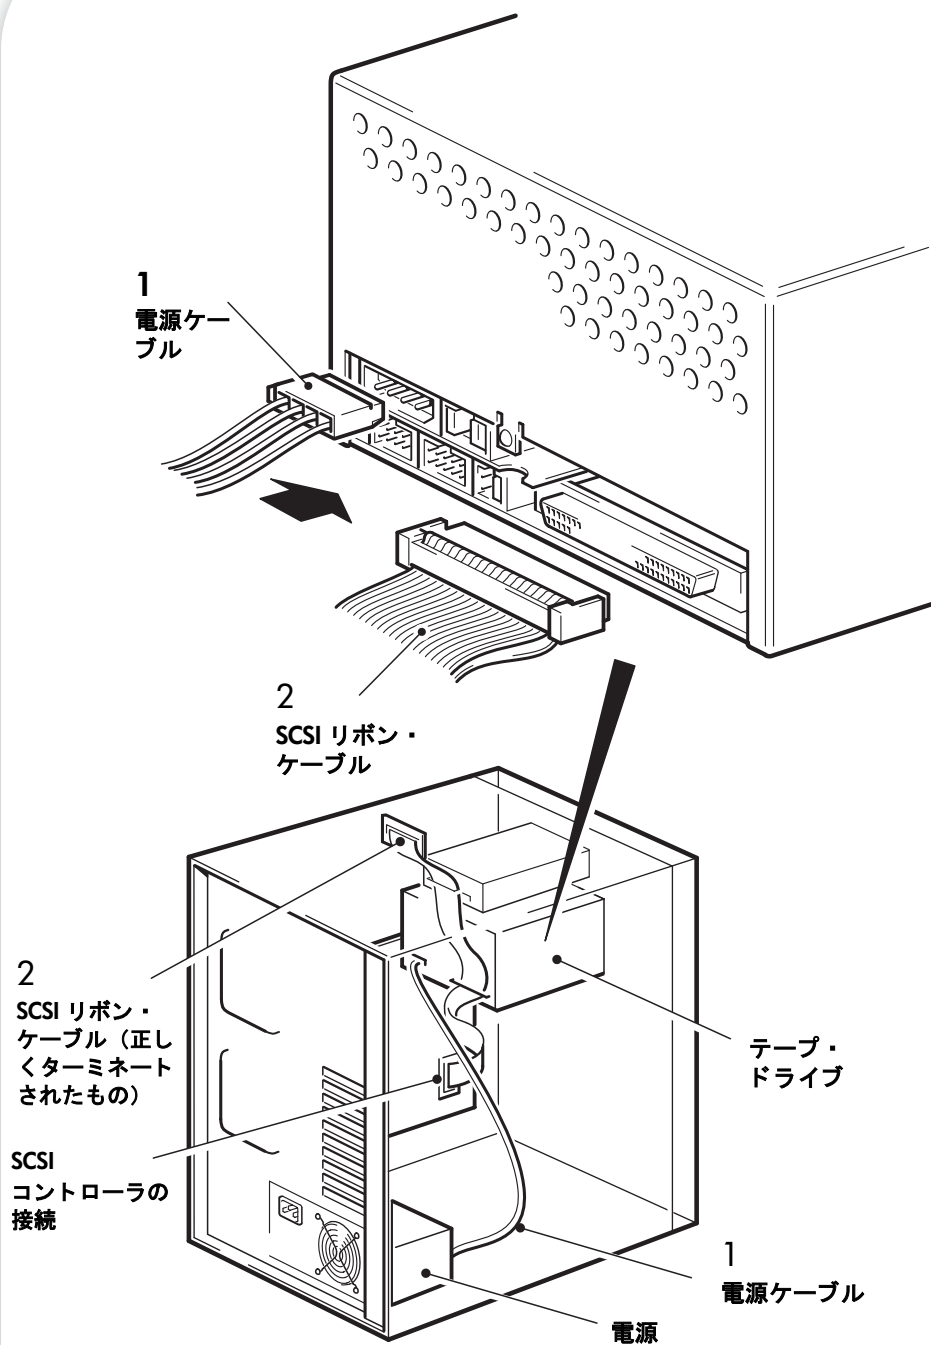

図 7: 電源ケーブルと SCSI ケーブルの接続
- 1 図 7 の項目 1 に示すとおり、サーバー内部の電源装置から電源コネクタに電源ケーブルを取り付けます。
- 2 テープ・ドライブに付属している SCSI リボン・ケーブルを SCSI ホスト・バス・アダプタに接続します。図 7 の項目 2 に示すように、サーバーまたは HBA の SCSI リボン・ケーブルの予備コネクタをドライブの SCSI コネクタに取り付けます。
したがって、HBA がバスの最初のデバイスである場合、図 7 の項目 2 に示されているように、2 番目のターミネータが最後のデバイスの後に接続されている必要があります。